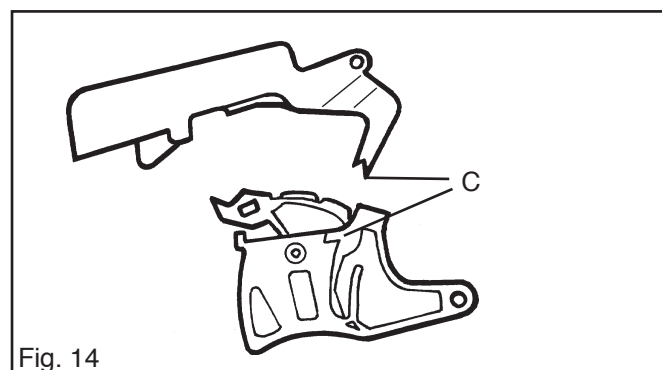

Fig. 14
2. Le mécanisme d'engrènement de la gâchette n'est pas usé. Voir C dans la fig. 14.